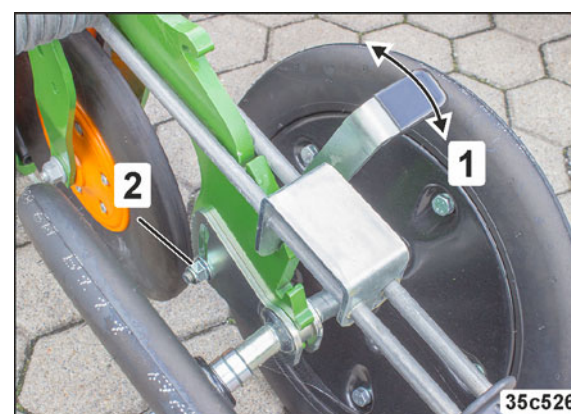

Рис. 181
6. Ось вращается поворотом рычага (Рис. 181/1).
7. Зафиксируйте положение рычага винтом (Рис. 181/2).